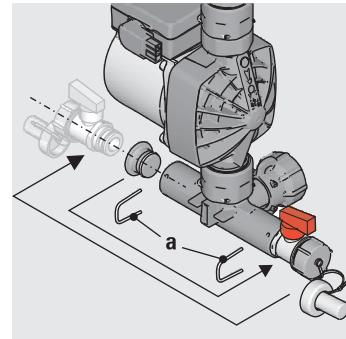

Bild 3-8 Arbeitsschritt 3
3. Falls ein KFE-Hahn (16 41 17) im Speicheranschlusswinkel der vormontierten Pumpengruppe eingebaut werden soll (Bild 3-8):